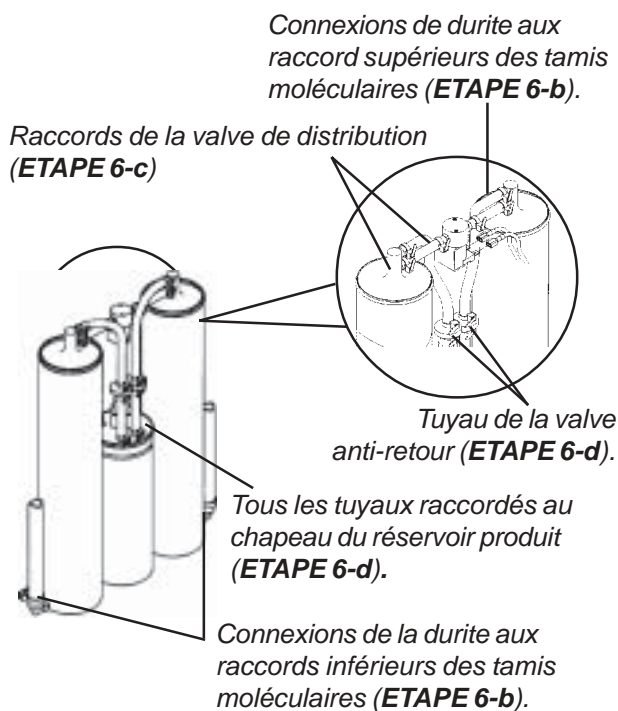

FIGURE 2 - TAMIS MOLECULAIRE ET DURITES DU RESERVOIR PRODUIT
- c) Contrôlez les connexions du tuyau de la valve de surpression en haut des tamis moléculaires - RC5LXAQ/RC5LXO2AQ (FIGURE 2).
- d) Contrôlez les raccords du couvercle du réservoir produit et des valves anti-retour (FIGURE 2).